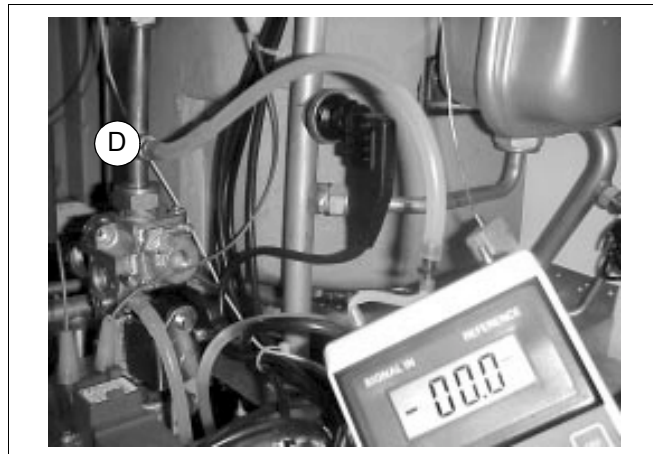

Fig. 36 Niplu de verificare
- Deșurubați șurubul (Fig. 36, **Poz. D**, pagina 35) niplului de verificare aflat pe conducta de deasupra rampei de gaz și racordați un manometru în formă de U.